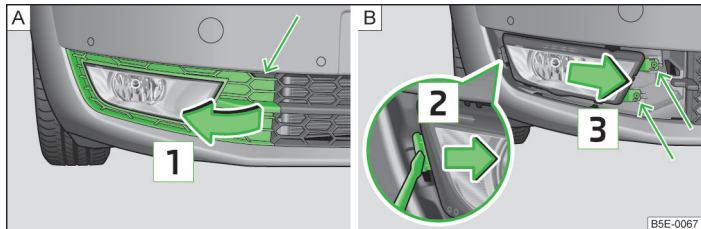

Fig. 216 Bara de protecție față: Grilaj de protecție / demontare faruri ceață
- Desprindeți grilajul de protecție în zona săgeții » fig. 216 - **A** cu ajutorul etrierului pentru extragerea capacelor integrale de roți » pagina 221, *Trusa de scule*.
- Detașați grilajul de protecție în sensul săgeții **1** » fig. 216.
- Desurubați farul de ceață » fig. 216 - **B** folosind șurubelnița din trusa de bord.
- La remontare, introduceți farul de ceață în sens contrar săgeții **3** » fig. 216 și înșurubați-l.